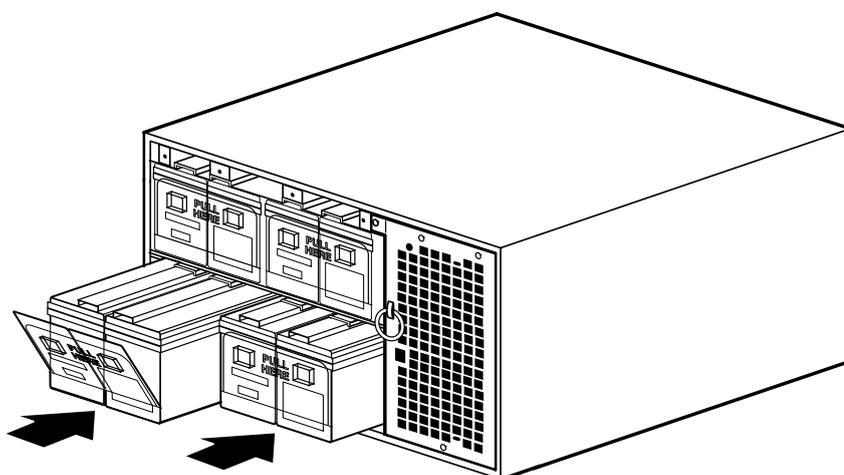

Abbildung 54. Einbau der USV-Batterieträger
- Die neuen Batterieträger in das Gehäuse schieben (siehe Abbildung 54). Vor dem Einschieben der Träger, jeden auf korrekte Ausrichtung überprüfen.